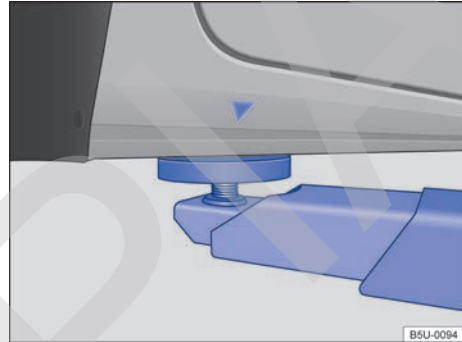
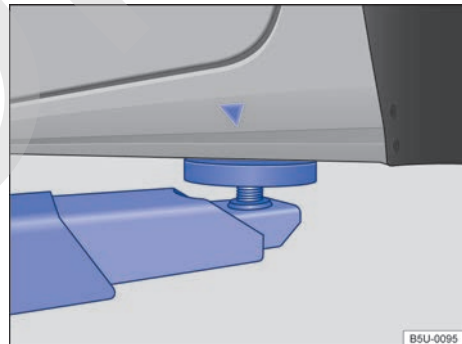

Fig. 144 Puntos de apoyo delanteros para la suspensión con plataforma elevadora o con gato.
Fig. 145 Puntos de apoyo traseros para la suspensión con plataforma elevadora o con gato.
El vehículo debe ser suspendido solamente por los puntos indicados en las figuras → fig. 144 y → fig. 145. Si el vehículo no está suspendido por los puntos indicados, pueden ocurrir daños en el vehículo → ⚠ y lesiones graves → ⚠.
- Suspender el vehículo solamente por los puntos indicados en las figuras → fig. 144 y → fig. 145. Si el vehículo no se suspende por los puntos indicados, puede caer de la plataforma elevadora cuando, por ejemplo, se desmonta el motor o la suspensión.